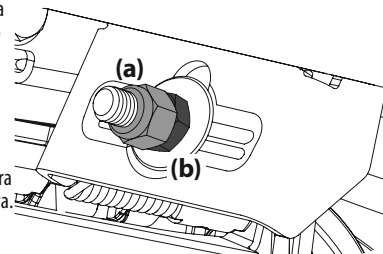

Figura 36
5. Para elevar el frente de la plataforma, extraiga la tapa de extremo, afloje la contratuerca exterior (a) y apriete (rosca hacia adentro) la tuerca interior (b) contra la ménsula de suspensión delantera. Consulte la Figura 36. Una vez alcanzado el ajuste adecuado, vuelva a ajustar la contratuerca exterior (a) y vuelva a colocar la tapa de extremo.
6. Para bajar el frente de la plataforma, extraiga la tapa de extremo, afloje la contratuerca exterior (a) y afloje (rosca hacia afuera) la tuerca interior (b) alejándola de la ménsula de suspensión delantera. Consulte la Figura 36. Cuando se logre el ajuste correcto, vuelva a apretar la contratuerca exterior (a) hasta 57 pies-libras (77.28 N-m) y vuelva a colocar la tapa de extremo.